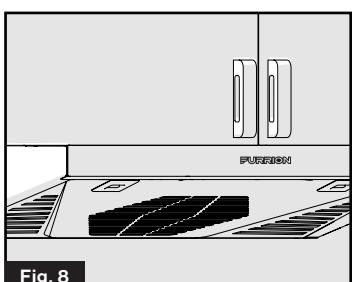

Fig. 8
8. Le couvercle du gril est solidement fixé à la hotte. (Fig. 8)